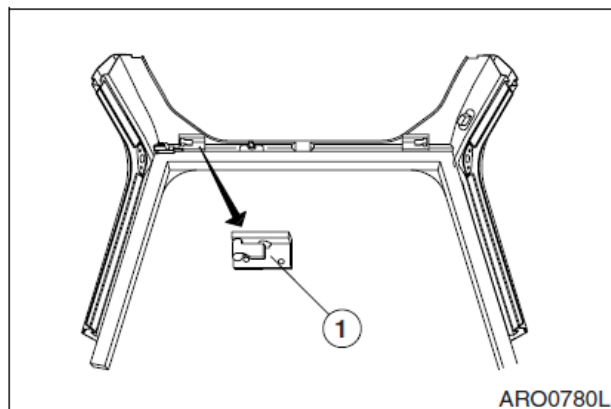

Рис. 109
6. Выдвинуть рычаги (1, рис.109), по обеим сторонам переднего окна. Это позволит переднему стеклу двигаться.